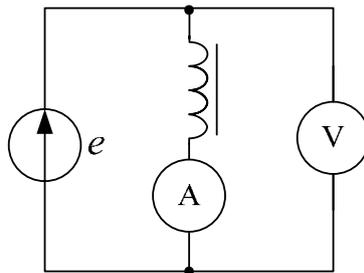

Рис. 11.1.
2. Соберите цепь по схеме рис. 11.1 и получите вольт-амперную характеристику катушки  $U(I)$ .
3. Заменяв в цепи рис. 11.1 источник переменного напряжения источником постоянного напряжения, определите активное сопротивление  $R_L$  катушки методом амперметра и вольтметра (см. РЛР № 3).